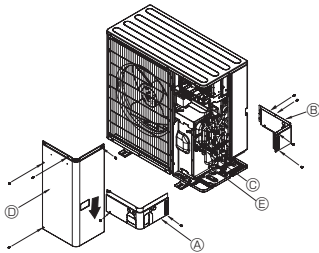

Fig. 4-3
4.3. Soğutucu borularını (Fig. 4-3)